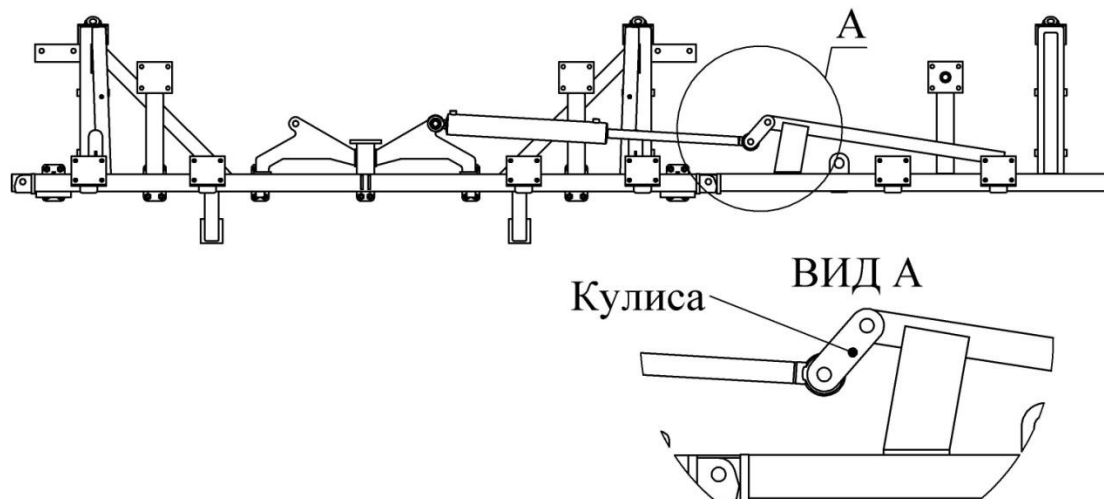

Рис. 6. Правильное положение кулисы.
7. После перевода в рабочее положение проверьте (рис. 6):